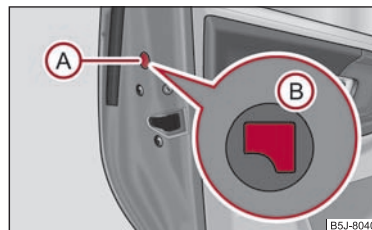

Abb. 27 Notverriegelung der Tür
- Bauen Sie die Blende A ab ⇒ Abb. 27.